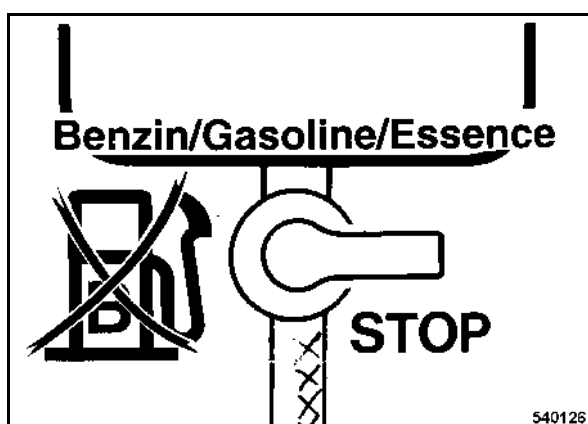

fig. 35
- Positionner la vanne d'arrêt du carburant (fig. 35) sur "STOP" (fermée).